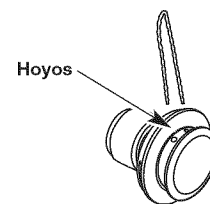

Fig. 16
4. Inserte ambos extremos de su línea a través de los agujeros adecuados en el lado de la cabeza de corte (Fig. 16).